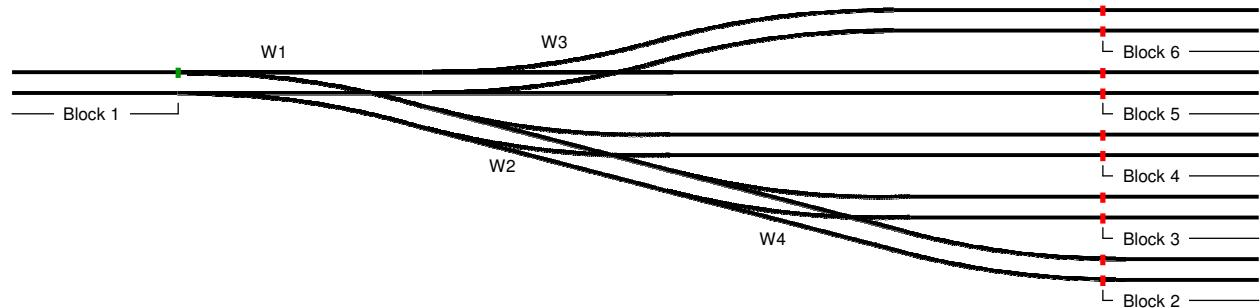

Abb. 4: Mehrere Weichen hintereinander
Die Faustregel „Es gibt nie eine Blocktrennung auf der scharfen Seite einer Weiche“ gilt immer¹, auch wenn mehrere Weichen hintereinander liegen. Schauen Sie sich einfach das Beispiel in Abb. 4 an:
4. Verkehrsfluss. Schauen Sie sich noch einmal die Erklärung in Abbildung 4 an. Bei Verwendung von Relais bleibt der Block, aus dem das Relais seine Stromversorgung bezieht, besetzt, solange sich der Zug in dem Teil der Weichenstraße befindet, der von diesem Block versorgt wird, und dieser Block kann nicht für andere freigegeben werden. Züge. Wenn zusätzliche Blockausgänge verwendet werden, ist der relevante Teil der Weichenstraße unabhängig, und haben Sie diese Einschränkung im Prinzip nicht.